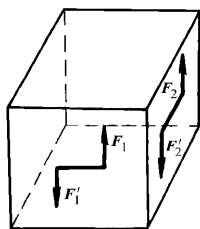

图 1-7
- 1-8 如图 1-7 所示，正方体两个侧面上作用着两个力偶  $(F_1, F'_1)$  与  $(F_2, F'_2)$ ，其力偶矩大小相等，试问此两个力偶是否等效？为什么？